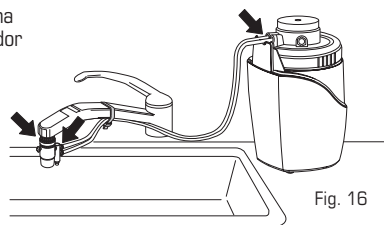

Fig. 16
8. **Asegúrese de que** no hayan señales de goteras en ninguna de las conexiones del desviador ni de la manguera (Fig. 16).